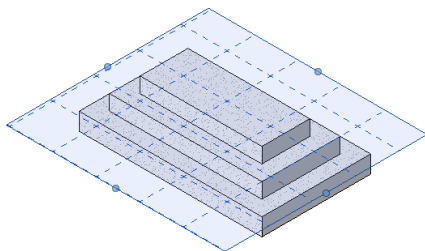

图 2-4 更改网格间距
(2) 在“属性”选项板中的“工作平面网格间距”中输入新的间距值，或在选项栏中输入新的“间距”值，然后按 Enter 键或单击“应用”按钮，更改网格间距大小，如图 2-4 所示。